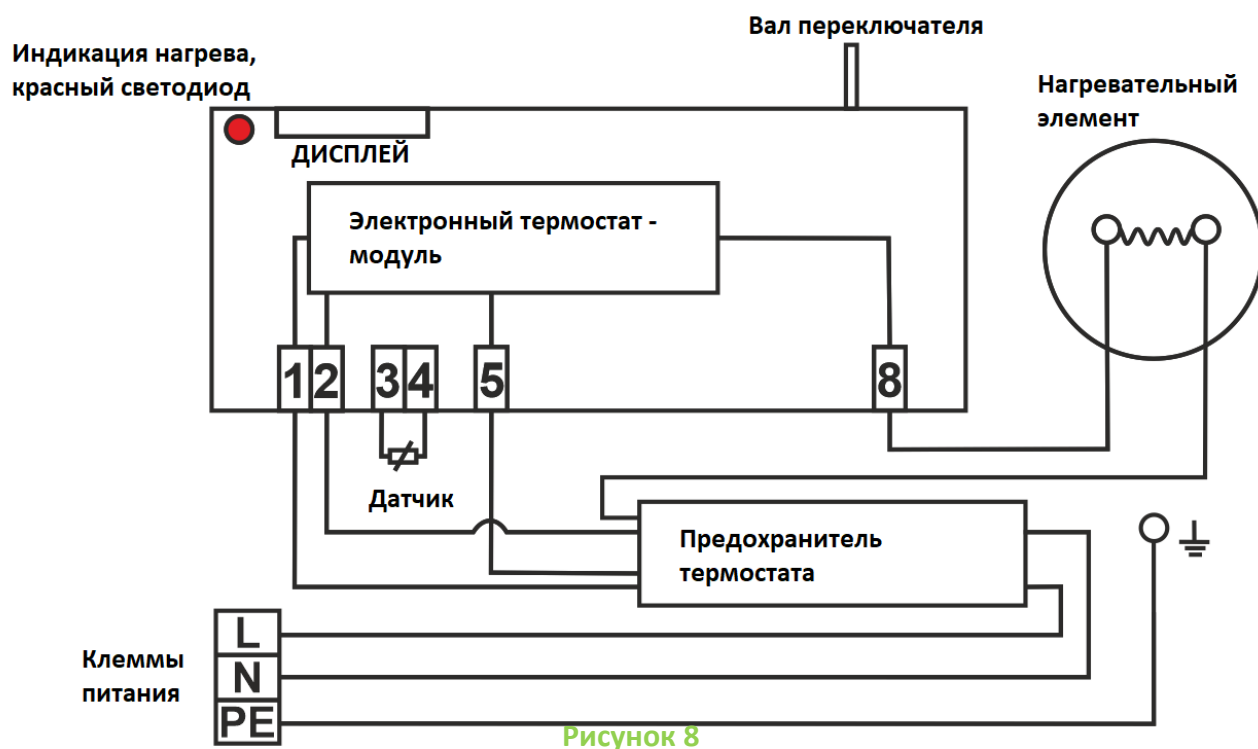

Рисунок 8
Подключение, выполненное на заводе, запрещено менять! (Рисунок 8). Степень защиты электрических компонентов водонагревателя - IP 44. Потребляемая мощность электрического нагревательного элемента 2000 Вт (ОКНЕ ONE/E 50-120), 1100 Вт (ОКНЕ ONE/E 30).
- Схема эл. подключения прилагается к водонагревателю на крышке электропроводки (Рисунок 8).